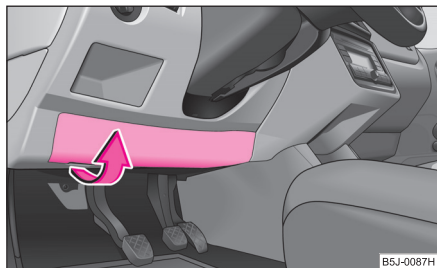

Abb. 192 Untere Seite der Schalttafel: Sicherungsdeckel
- Schwenken Sie vorsichtig den Deckel in Pfeilrichtung und nehmen Sie diesen heraus ⇒ **Abb. 192**.